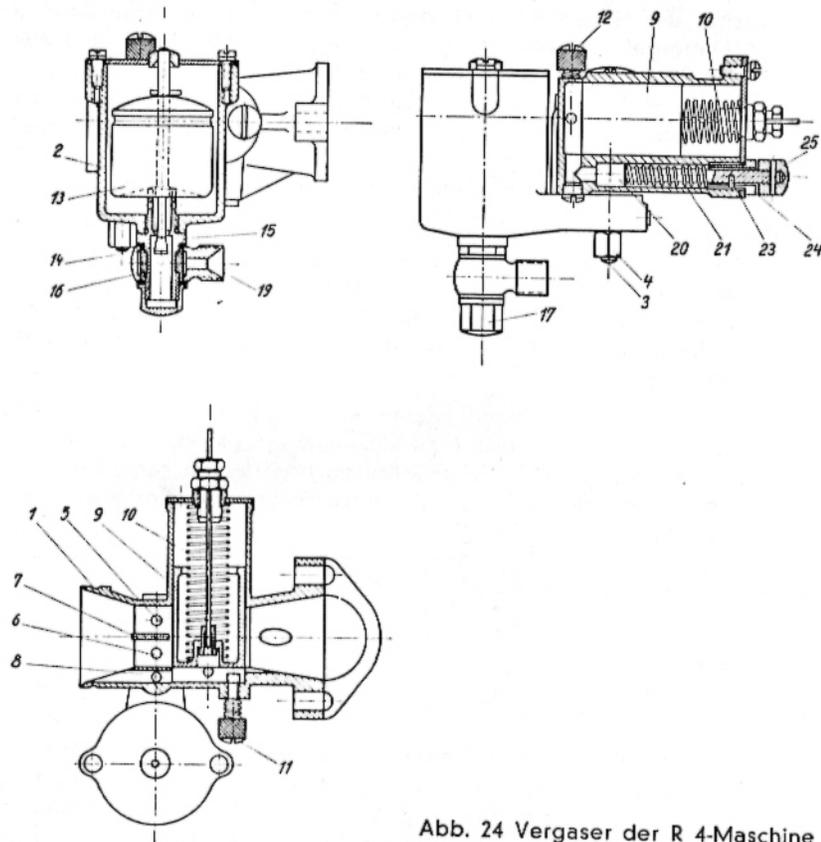

Abb. 24 Vergaser der R 4-Maschine
Beim Schwimmergehäuse der **R 3- und R 4-Maschine** schraubt man die Mutter **17** (Abb. 24) ab und reinigt das in dem Leitungsanschlußstück **19** befindliche Sieb mit Kraftstoff. Nach Abnehmen des Schwimmergehäusedeckels und Herausziehen des Splintes aus der Schwimrnadel kann auch hier letztere nach unten und der Schwimmer nach oben herausgenommen und gereinigt werden.
b) Vergaser der R 3- u. R 4-Maschine. Es wird ein Sum-Register-Vergaser mit drei Kraftstoffdüsen verwendet, dessen Bedienung mittels Bowdenzuges vom rechten Drehgriff aus erfolgt. Die drei Kraftstoffdüsen sind so zueinander abgestimmt, daß selbst bei Kraftstoffwechsel kein Düsenwechsel vorgenommen werden muß. Abb. 24.